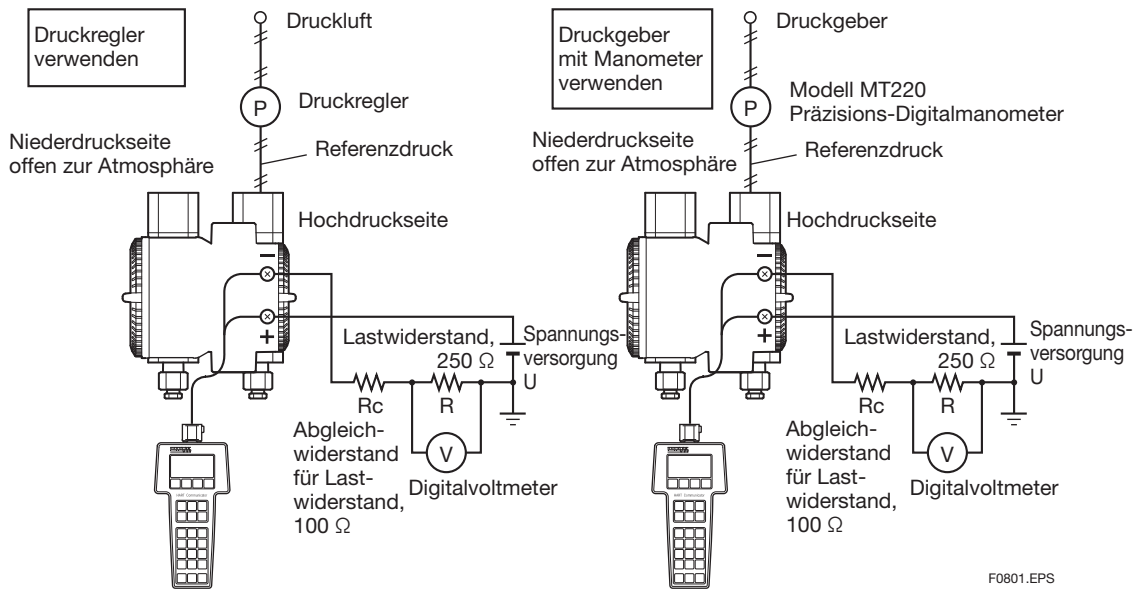

Abbildung 9.1 Geräteanschluss für Differenzdruck (Ausführung mit HART-Kommunikation)
- 1) Schließen Sie das Gerät wie in Abbildung 9.1 gezeigt an und lassen Sie es mindestens fünf Minuten lang warmlaufen.